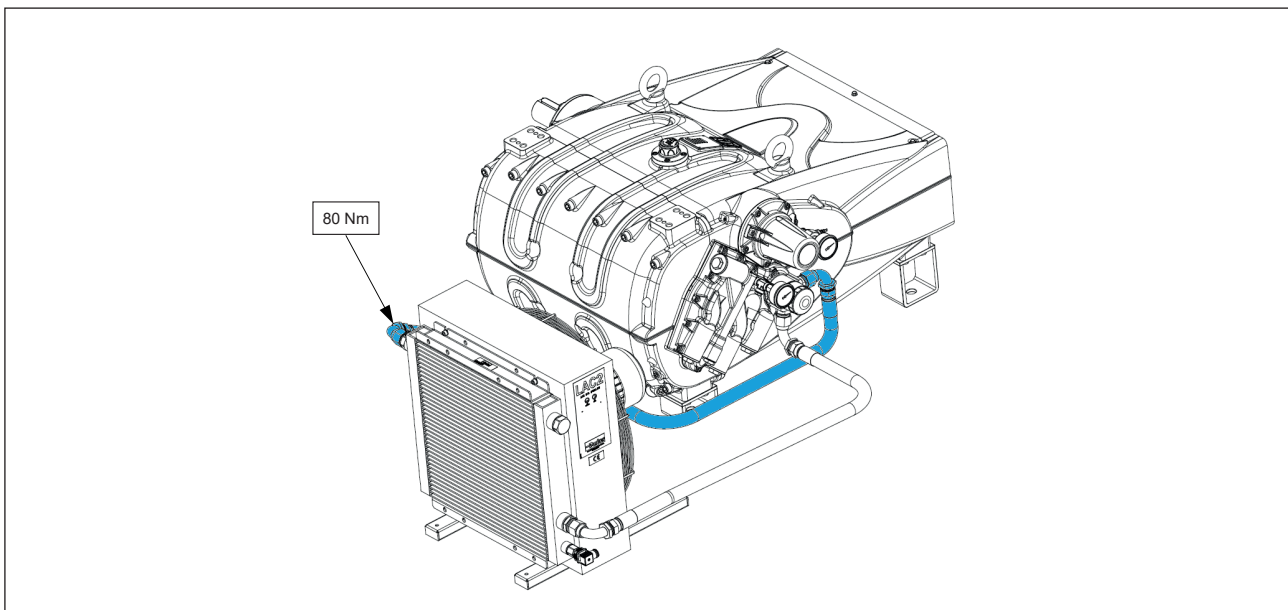

Abb. 16
3. Dann den zweiten Schlauch über die 90°-Verschraubung an den gegenüberliegenden oberen Auslassstutzen am Wärmetauscher anschließen (siehe Abb. 16). Mit Anzugsmoment 80 Nm festziehen.